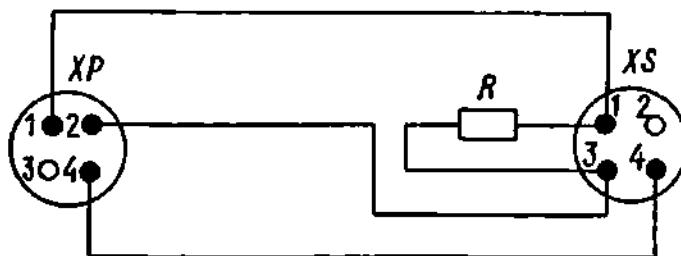

Рис. 3. Схема соединения кабеля
5.4. Кабель (схема его соединения изображена на рис. 3) предназначен для электрического соединения блока измерительного вакуумметра с преобразователем ПМТ-6-3. Он состоит из вилки 2РМ14К134ШВI, провода НВ-0,12Н - 500 В, одетого в трубку (ШТВ-40-230-6) и плетенку (ШЛ3х6), и розетки 2М22К134ГЗВI. В розетке 2М22К134ГЗВI смонтирован термокомпенсационный резистор R.